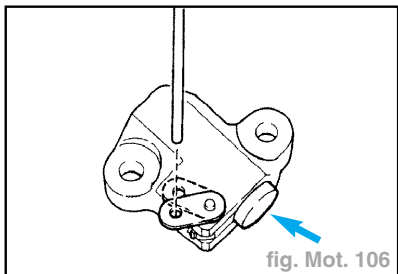

fig. Mot. 106
- Tout en tournant vers le haut la plaque de blocage du tendeur, enfoncer le piston du tendeur comme le montre le schéma (fig. Mot. 106).